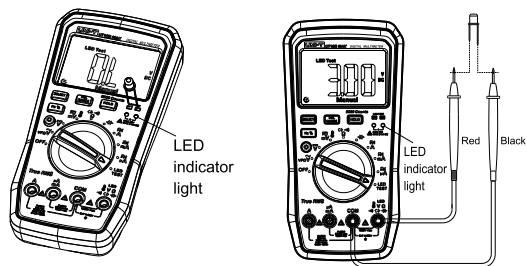

Abbildung 9
9. LED-Messung (UT18B MAX) (Abbildung 9)